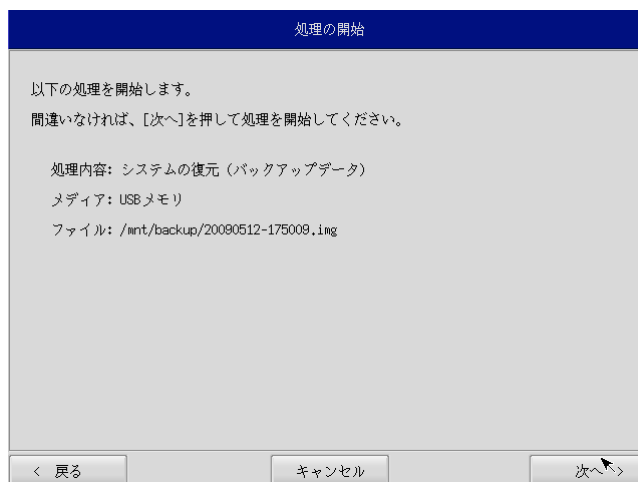

図 6-4-4. 確認画面
- ⑨ 確認画面（図 6-4-4）が表示されます。メディア、パーティション、バックアップファイルを確認します。[次へ]ボタンを押します。